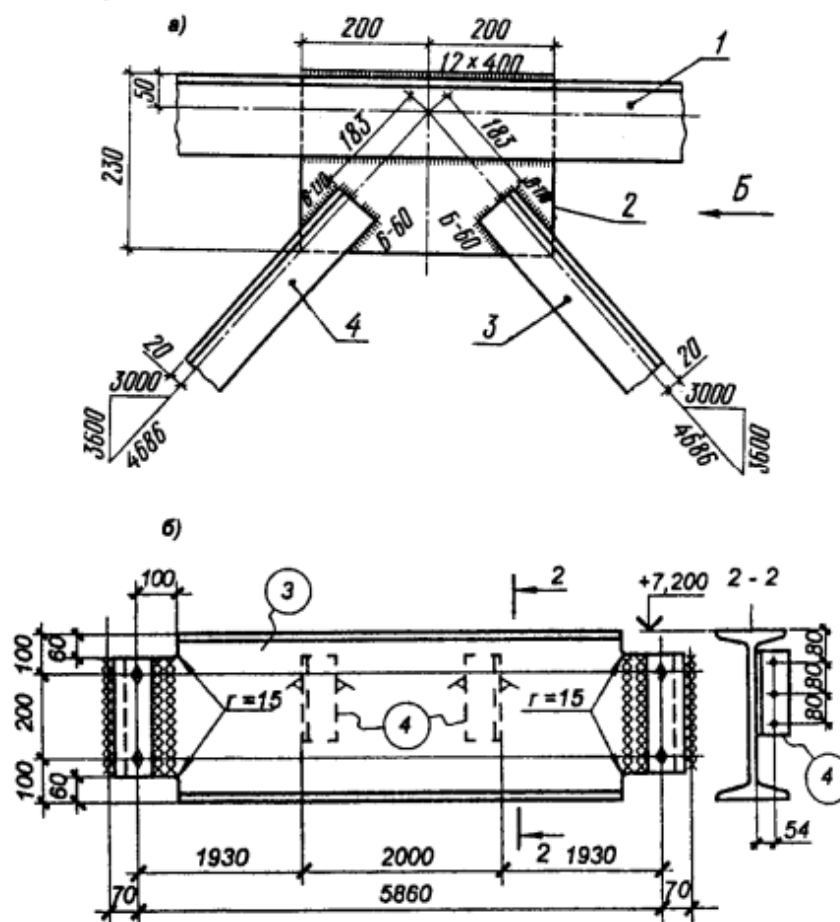

Рис. 94. Простановка номеров позиций
**Маркировка (номера позиций).** Элементы металлических конструкций маркируют, т. е. проставляют номера позиций элемента, под которым он записан в спецификации, вынося номер позиции на полку. Однако в отраслевых стандартах допускается номера позиций проставлять в кружках диаметром 5–7 мм. От маркируемого элемента к кружку идёт волнистая линия (рис. 94).